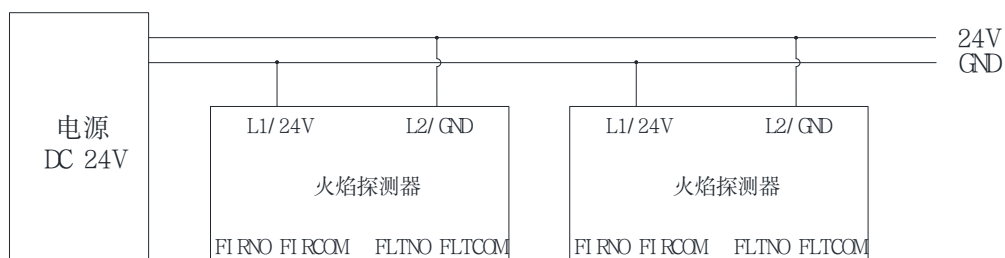

图 4 接线图 (与 DC24V 电源连接)
- 将 DC24V 电源接在 L1/24V、L2/GND 端子上，接线无极性，如图 4。